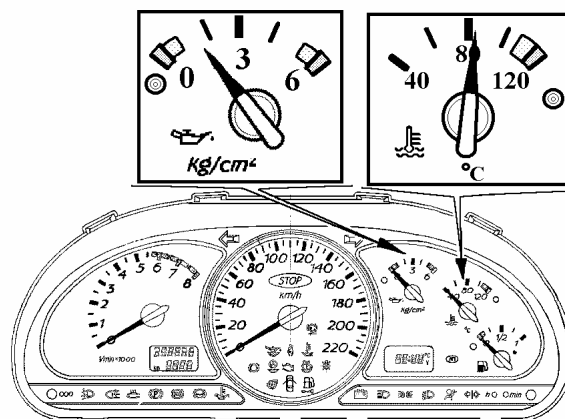

Рис. 2. Прогрев двигателя
4.3.1. Запустить и прогреть двигатель до рабочей температуры  $80^{\circ}$  –  $90^{\circ}$  в порядке, указанном в “Руководстве по эксплуатации автомобиля”. Температуру контролировать по указателю температуры на комбинации приборов (рис. 2).
Нажать на педаль дроссельной заслонки и увеличить обороты двигателя, доведя давление масла в двигателе до  $1,0 - 2,0$  кгс/см2, контролировать по указателю давления на комбинации приборов (см. рис. 2).